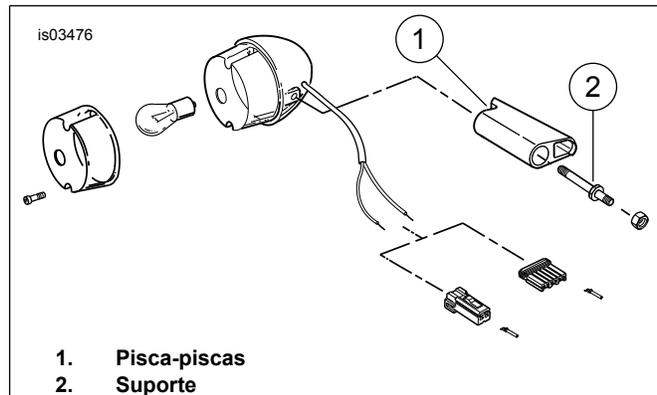

Figura 2. Pisca-pisca traseiro (suporte estilo aerofólio típico)
- Veja a Figura 2. Remova os pisca-piscas direito e esquerdo dos suportes e descarte-os. Guarde as ferragens de montagem para a reinstalação.
- Veja a Figura 2. Instale o prisioneiro de suporte através da cobertura do amortecedor usando as ferragens removidas no passo 2.